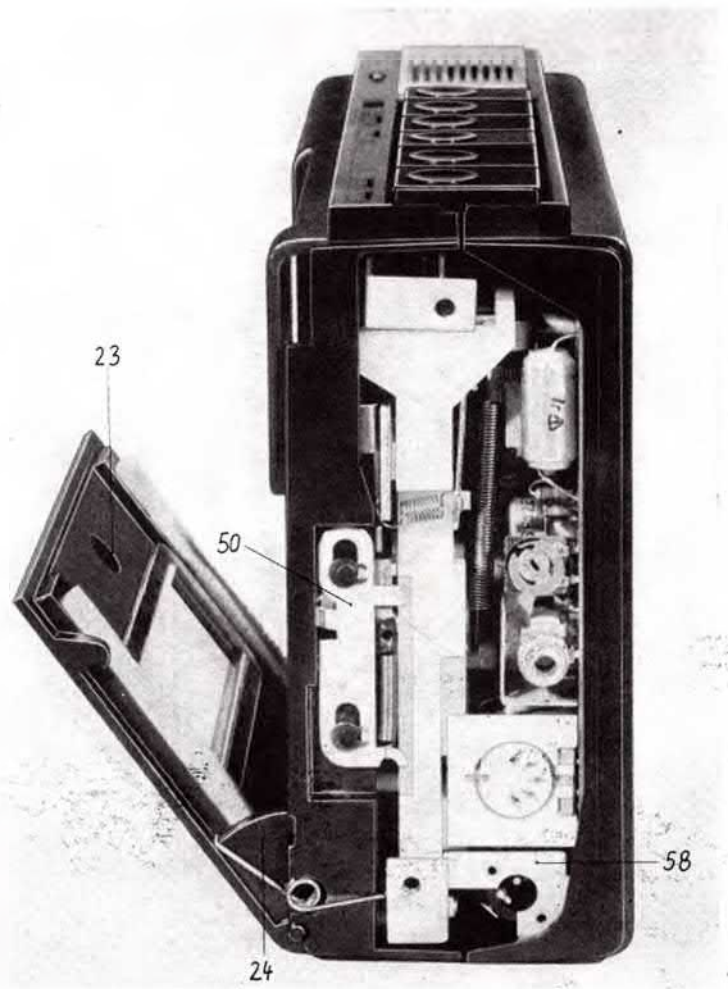
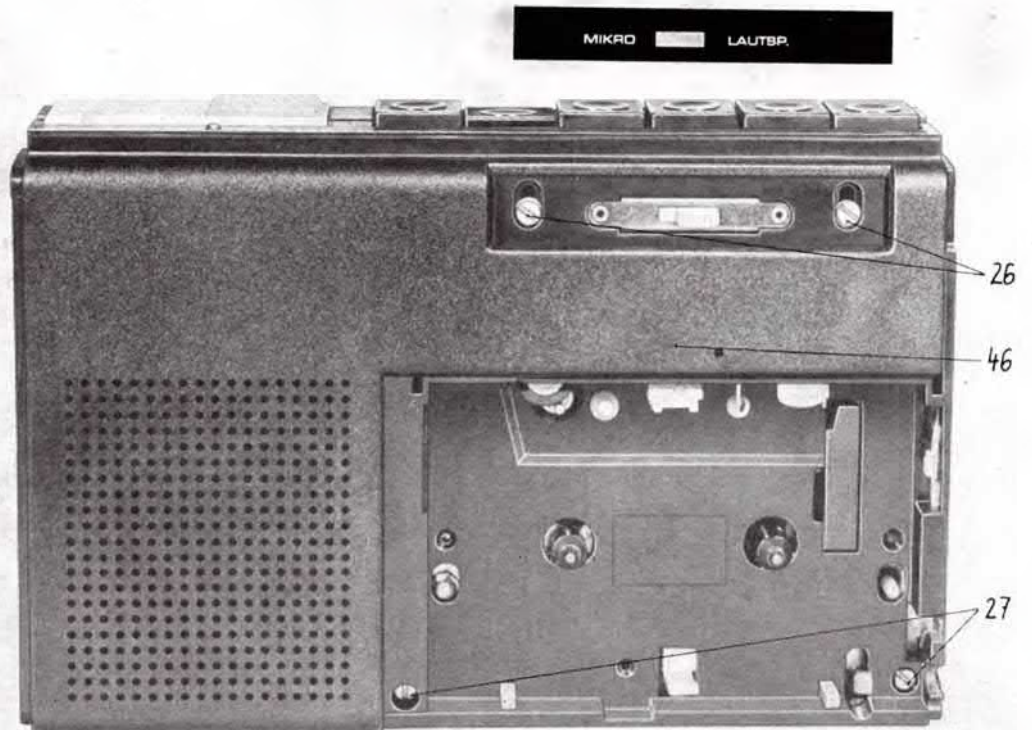

Abb. 4
Abb. 5
Zur weiteren Demontage des Recorders ist zunächst der Kassettendeckel (23) zu entfernen (Bild 4). Danach ist, wie aus Bild 5 ersichtlich, die Schriftplatte (25) durch: